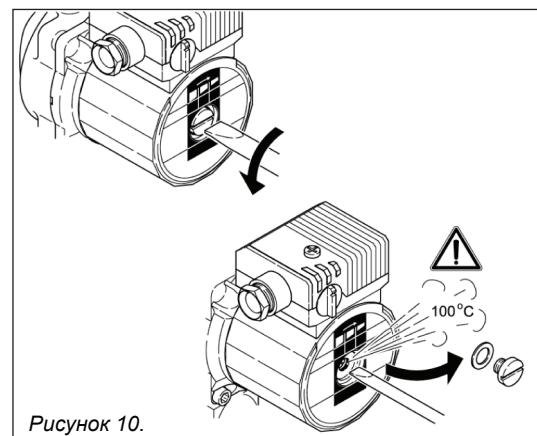

Рисунок 10.
- Медленно откройте отверткой воздушный винт (осторожно - горячая вода!). Удалите воздушный винт полностью. См. Рисунок 10.